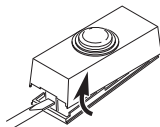
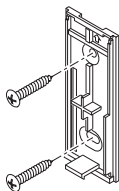

Figure 1
Figure 4
1. **Retirez la languette orange de la pile du bouton-poussoir.** Ôtez la partie arrière du boîtier en enfonçant la patte du bas au moyen d'un petit tournevis (voir la Figure 1). Retirez la languette orange.
- **Au moyen de vis :** Pour faire l'installation avec les vis, enlevez le dos du boîtier en poussant sur les agrafes de la base avec un tournevis (voir la Figure 1). *Remarque :* Enlevez les débris des trous de vis (au besoin) avant d'installer les vis. Fixez le dos du boîtier au chambranle ou au mur (voir la Figure 4). Enclenchez la partie avant de l'unité de bouton-poussoir en place.